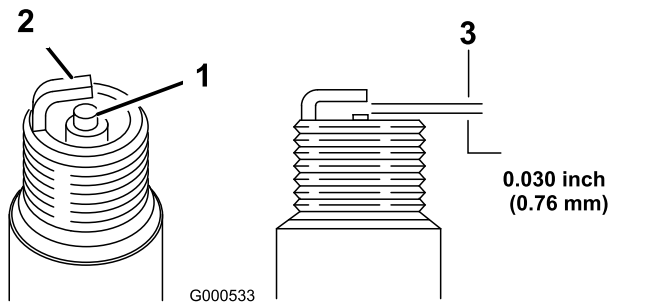

Figure 43
1. Examinez le centre des bougies (Figure 43).
2. Contrôlez l'écartement entre les électrodes centrale et latérale (Figure 43) et pliez l'électrode latérale si l'écartement est incorrect.